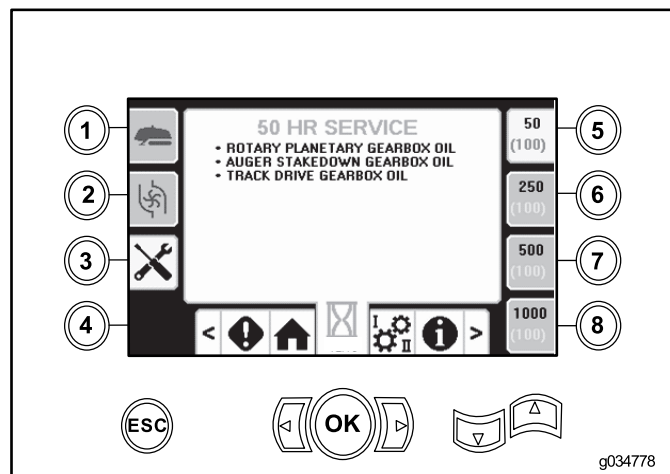

Рисунок 6
- Кнопка 5 — регламент технического обслуживания после наработки 50 часов (Рисунок 6)